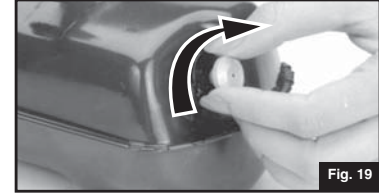

Fig. 19
■ Cierre la PERILLA DE LA BOMBA. (Fig. 19)